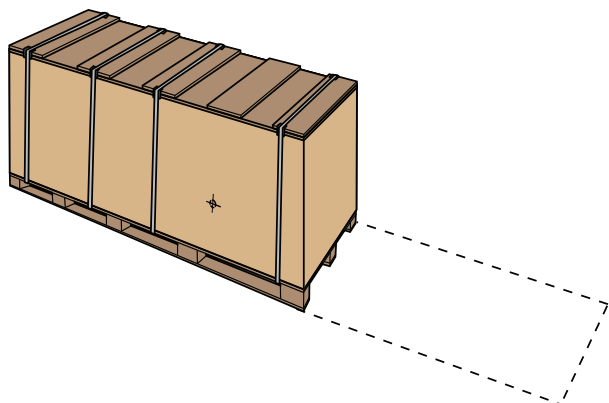

Figure 1
- que le côté lourd est positionné conformément à l'illustration. Voir Figure 1.